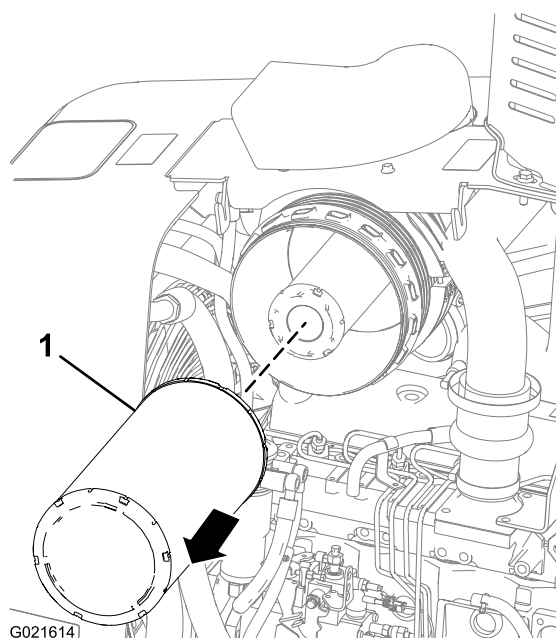

Figura 51
2. Tire hacia fuera del elemento primario del limpiador de aire y sáquelo de la carcasa del limpiador de aire (Figura 51).
6. Introduzca el elemento primario del limpiador de aire en la carcasa del limpiador (Figura 51).